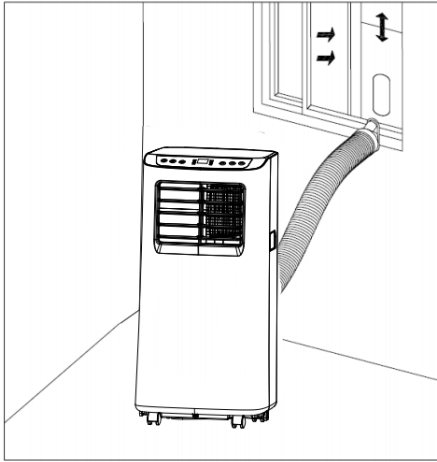
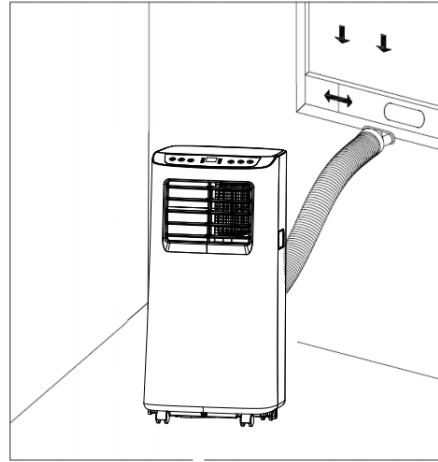

Abb. 5
Abb. 6
- 2) Die Austrittsleitung ausziehen und das flache Ende der Leitung in die Öffnung im Fensterdichtplatte-Set einsetzen (siehe Abb. 5 und Abb. 6).